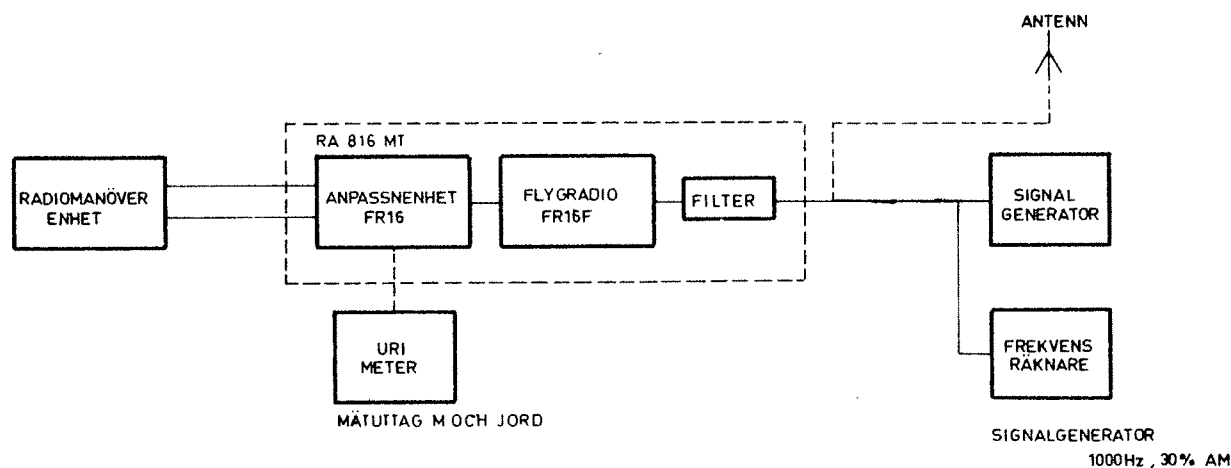

Bild 31
- Anslut signalgeneratorn till antensidan på RA 816 bandpassfilter för aktuell flygradio FR 16F, se bild 31.